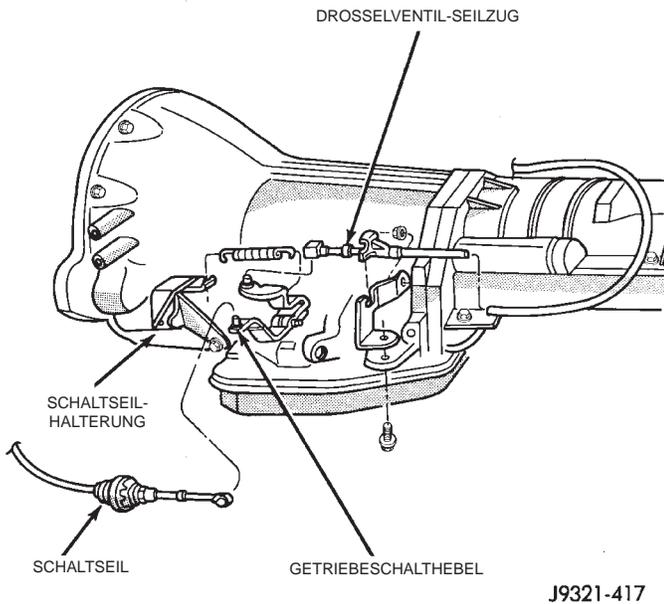

Abb. 175 Schaltseilbefestigung am Getriebe-Typisch
- (1) Wählhebel in Parkstellung bewegen.
- (2) Fahrzeug anheben.
- (3) Schaltseil-Einstellklammer (am getriebeseitigen Seilzugende) ausrasten, um den Seilzug zu entriegeln.
- (4) Seilzug an der Halterung am Getriebe ausrasten (Abb. 175).
- (5) Seilzugöse vom Getriebebeschaltthebel lösen.
- (6) Sicherstellen, daß sich der Getriebebeschaltthebel in Raststellung P befindet. Hierzu den Hebel ganz nach hinten bewegen. Die hinterste Raststellung ist die Parkstellung.
- (7) Parksperre auf korrekten Eingriff prüfen. Zu diesem Zweck versuchen, die Antriebswelle zu drehen. Bei korrektem Eingriff läßt sich die Welle nicht drehen.
- (8) Seilzugöse auf die Getriebebeschaltwelle schieben.
- (9) Schaltseil-Einstellvorrichtung in die Halterung am Getriebe einrasten lassen.
- (10) Schaltseil verriegeln. Dazu die Einstellklammer nach unten drücken, bis sie einrastet.
- (11) Fahrzeug ablassen und Startprobe durchführen. Der Motor darf sich nur in Park- und Leerlaufstellung starten lassen.